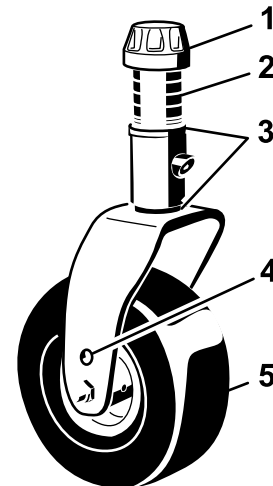
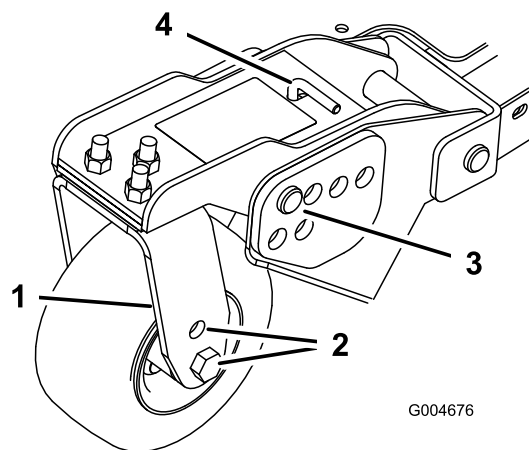
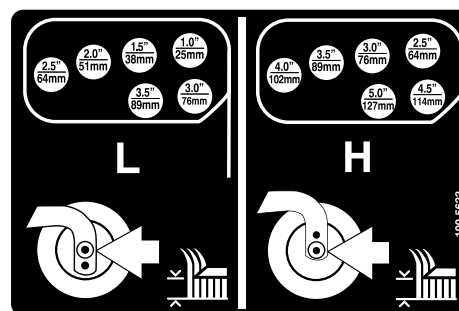

Figura 24
Figura 26
Figura 27
1. Coloque los ejes de las ruedas giratorias en el mismo taladro en todas las horquillas (Figura 24 y Figura 26).
2. Retire el casquillo tensor del eje y deslice el eje fuera del brazo de la rueda giratoria (Figura 24).
5. Retire la chaveta y los pasadores de los brazos de pivote de las ruedas giratorias (Figura 26).
6. Gire la varilla tensora para elevar o bajar el brazo de pivote hasta que los taladros estén alineados con los taladros seleccionados del soporte de ajuste de la altura de corte en el bastidor de la carcasa de corte (Figura 26 y Figura 27).